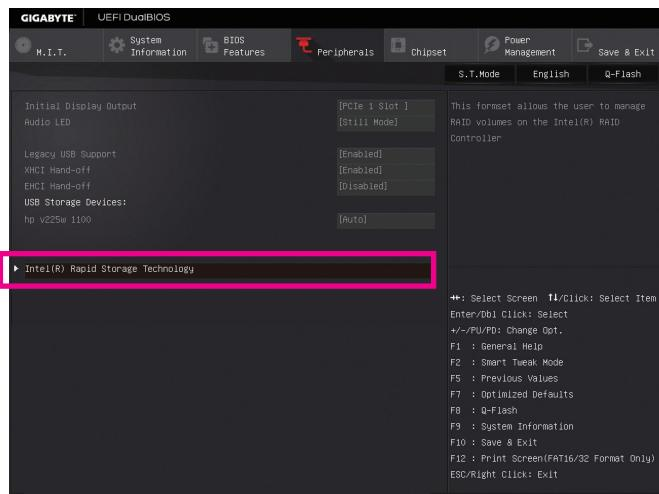

図 3
システムの再起動後、再度 BIOS セットアップに入ります。続いて **Peripherals\Intel(R) Rapid Storage Technology** サブメニューに入ります(図3)。